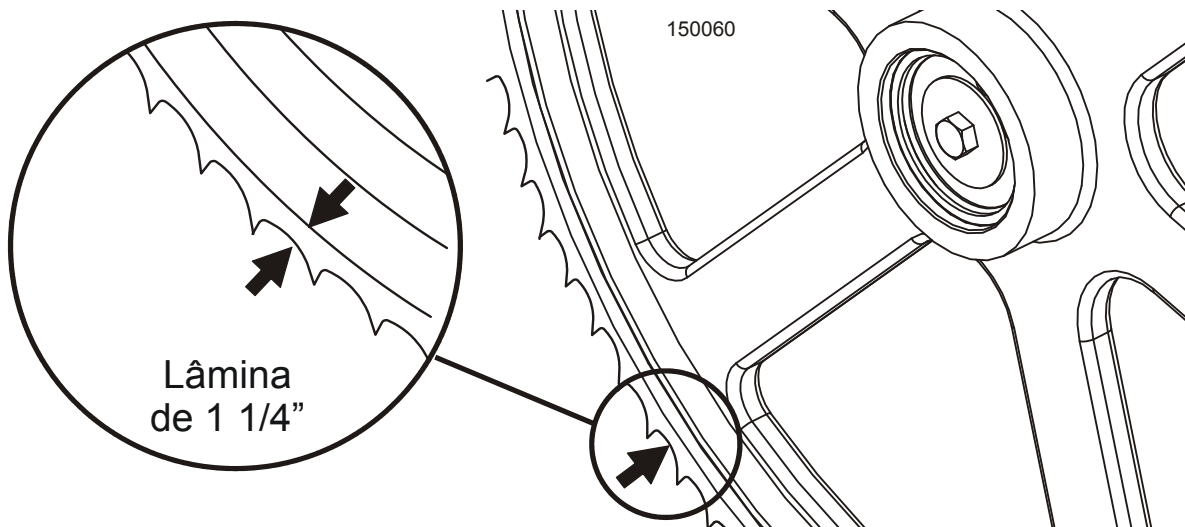

FIGURA 8-13.
**Consulte a figura 8-13.** A inclinação horizontal da roda deve ser ajustada, de modo que a garganta de uma lâmina de 1-1/4" seja de 1/8" (3 mm) a partir da borda dianteira da rodal ( $\pm 1/32$  [0.75 mm]).